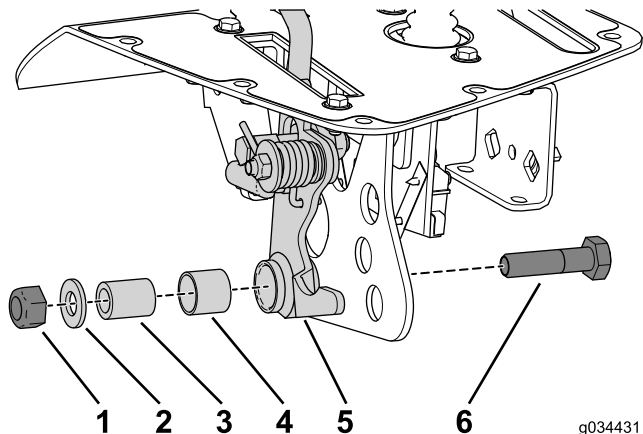

图22
2. 使用之前卸下的锁紧螺母、扁平垫圈、隔套和螺栓将手柄总成固定到支架上 (图22)。